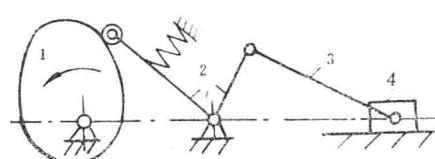

图3·2
3.25 图3·3为打字机换行机构。棘轮齿数 $Z=0$ ，棘轮带动的输纸皮棍直径 $d=40\text{mm}$ 。试解答：